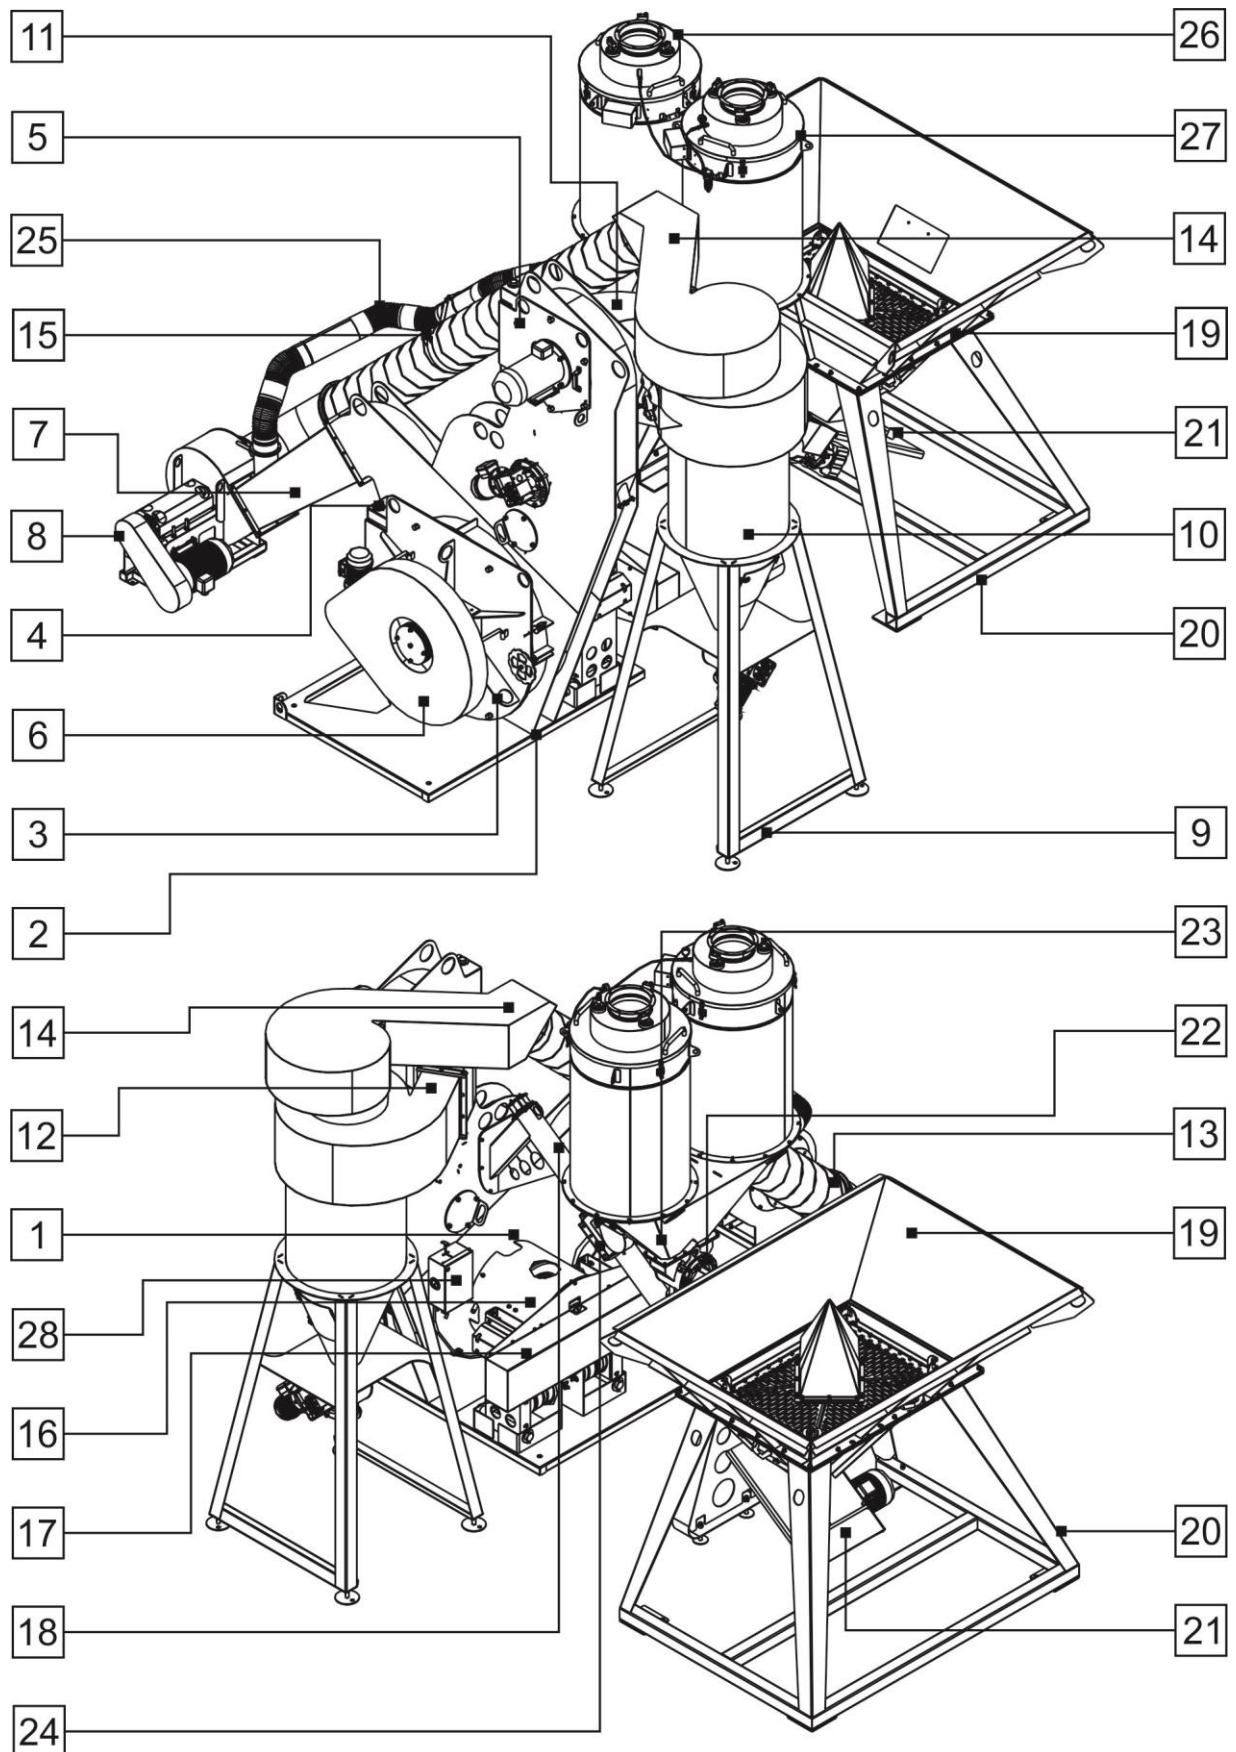

Рис.25.
5.2. МОНТАЖ агрегатов изделия необходимо проводить в следующей последовательности (Рис.25):